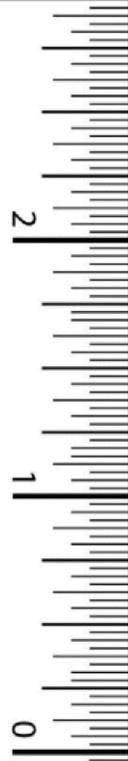

Рис. 5: Ламинированная карточка объема пробы для корректировки объема в полевых условиях
Объем пробы устанавливается регулировкой ручки на верхней части пробоотборного насоса на заранее определенную высоту (h) над плоской поверхностью насоса. Измеренное значение высоты напрямую соответствует желаемому объему пробы. Диаграммы для определения соответствующих измерений высоты для проб жидких и газообразных сред представлены на ламинированной табличке установки объема пробы, которая хранится внутри кожуха. Ламинированная табличка, рис. 5, также содержит линейку для измерения высоты настройки.
1. С помощью ламинированной таблички установки объема пробы (см. рис. 5), поставляемой с контроллером пробоотборника, найти соответствующую таблицу для определения объема пробы жидкости или газа.